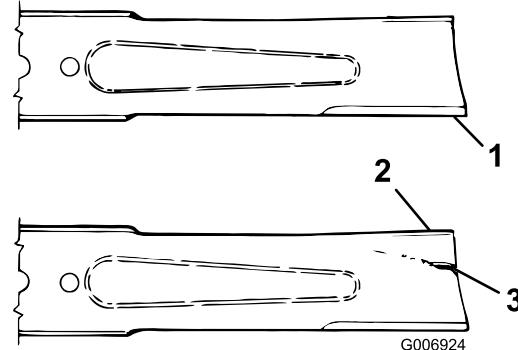

Figure 15
- Examinez attentivement les tranchants de la lame, particulièrement au point de rencontre des parties plane et relevée (Figure 15). Le sable et les matières abrasives peuvent éroder le métal à cet endroit, c'est pourquoi il est important de contrôler l'état de la lame avant d'utiliser la machine. Remplacez la lame si elle est usée (Figure 15) (voir Retrait de la lame).
Si la lame est trop usée, une entaille se forme entre la partie relevée et la partie plane (Figure 15). La lame peut alors se briser et un morceau être projeté du dessous de la machine, vous blessant gravement ou une personne à proximité.